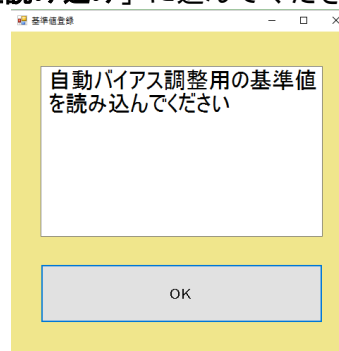

図 8.5.3 基準値読み込み要求画面
- 基準サンプル値未読み込み → 基準値読み込み要求画面（図 8.5.3）